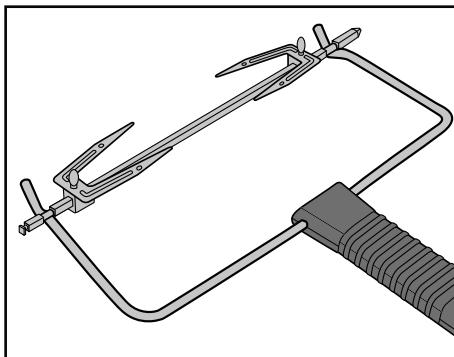

Fig. 3 Tangen ⑫ sættes på drejespyddet ⑯
- Sæt altid bagepladen ⑪ ind på den nederste rille, når drejespydet ⑯ anvendes. Dermed opsamles neddryppende væske.
- For at tage det varme drejespyd ⑯ ud skal du gøre med krogene for enden af tangen ⑫ ned i fordybningerne på drejespydet ⑯ (fig. 3):